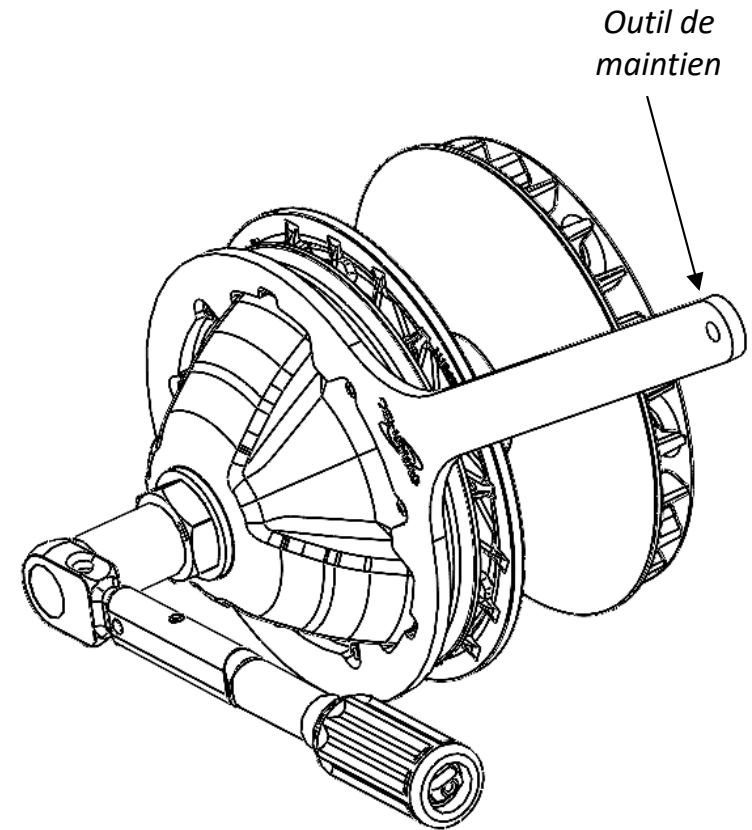

Figure 8
- Pour serrer la poulie, utilisez l'outil de maintien (voir figure 8) pour bloquer la rotation.